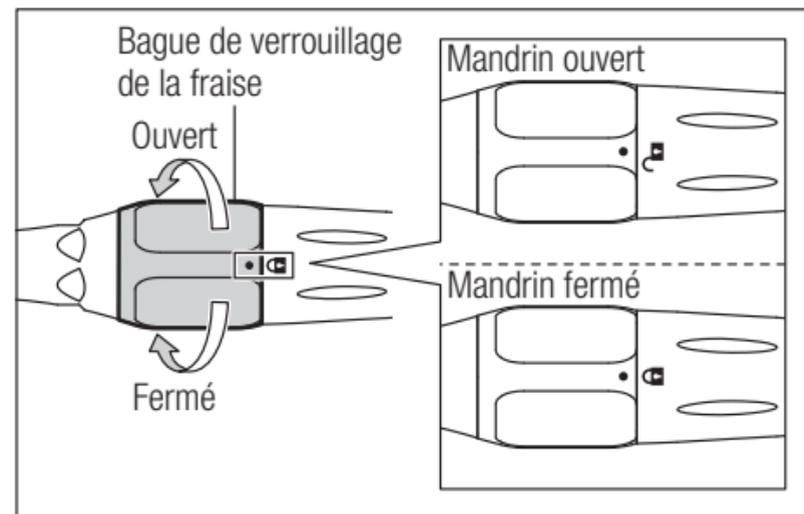

Fig. 2
- 1) Tournez la bague de verrouillage de la fraise en direction du pictogramme "🔓" jusqu'à ce qu'un clic se fasse entendre. (Fig. 2)
- 2) Tournez la bague de verrouillage de la fraise en position OPEN. (Fig. 2)